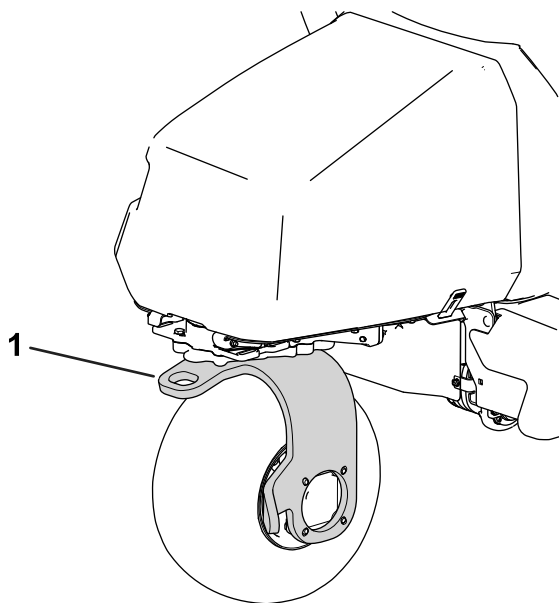

Figure 39
13. Utilisez la fourche de la roue pivotante arrière pour remorquer la machine (Figure 39).